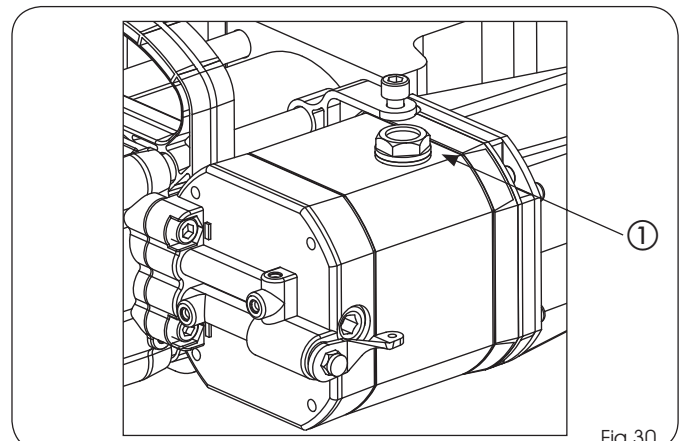

Fig. 30
- 10) Effectuer le complément d'huile de manière à ce que le niveau se trouve juste en dessous du bouchon (Fig. 30 réf. ①)